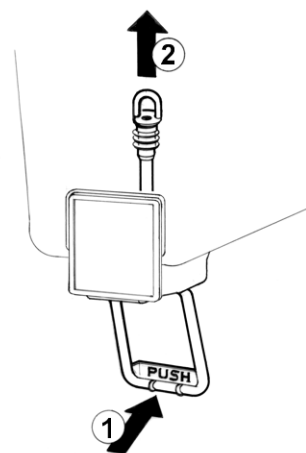

Bild 3
**4 Ausschlauchventil:** den Betätigungshebel des Hahns drücken (1) und den Gummischlauch aus der Auslauföffnung des Behälters lösen (2) (Bild 3).